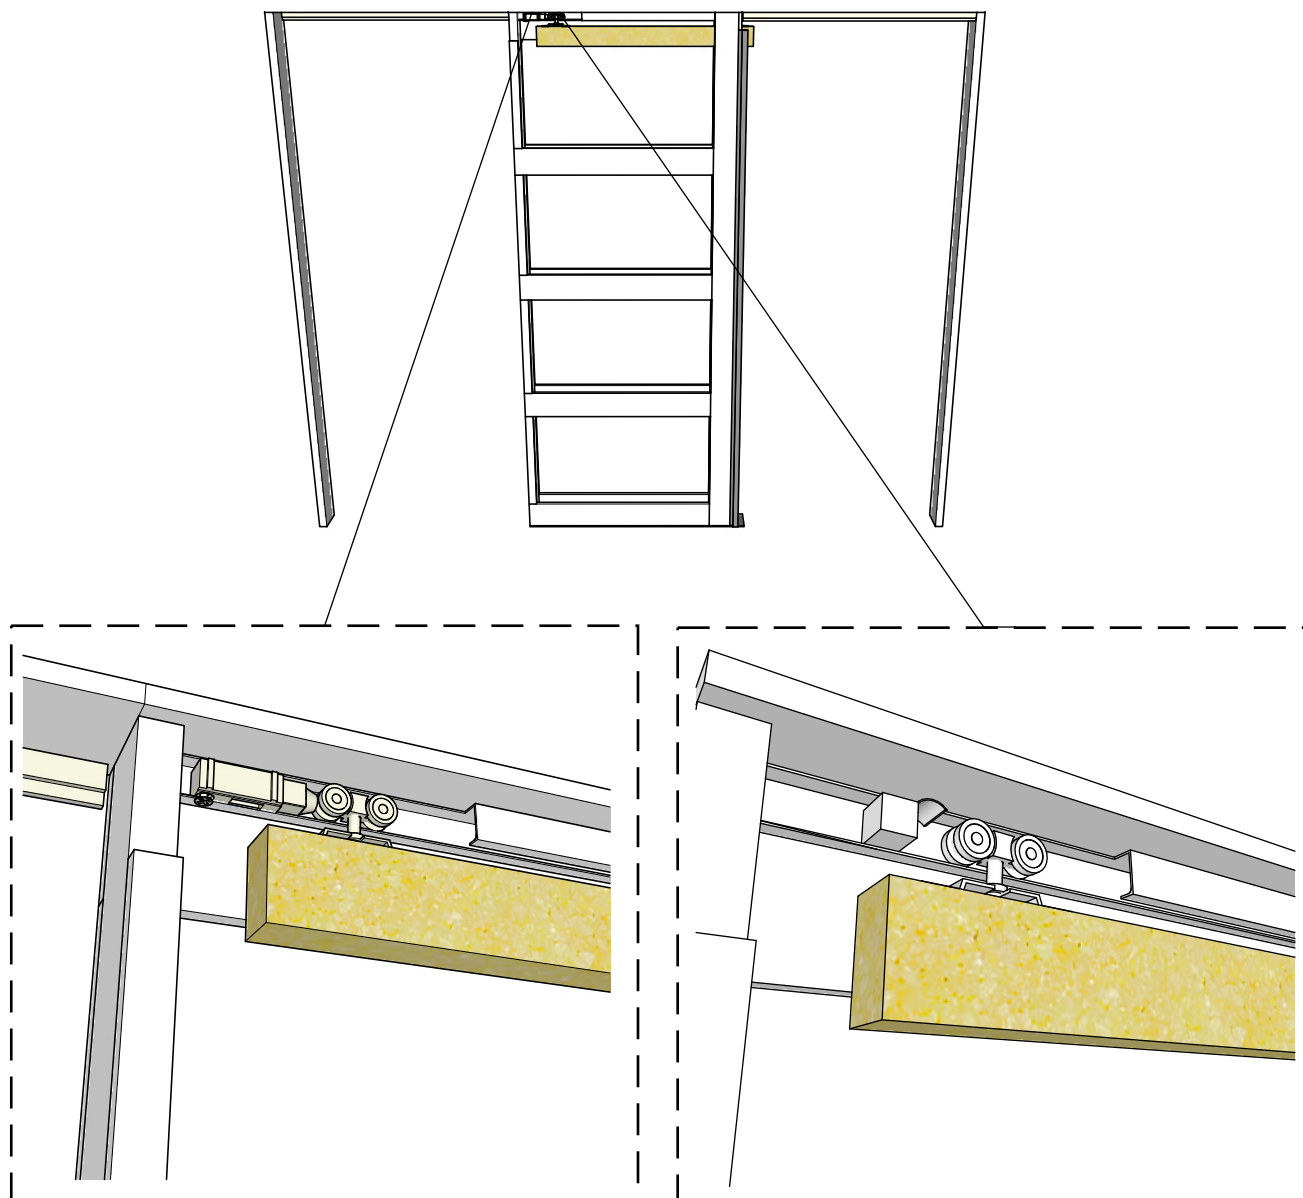

Рисунок 17
6. Перед зашивкой пенала гипсокартоном скорректируйте положение заднего стопора или толкателя. Самый удобный способ это сделать, не задействуя дверное полотно - имитировать дверь небольшим бруском соответствующим по ширине будущей двери. Так наглядно можно определить положение дверного полотна относительно стенок проема. После корректировки положения заднего стопора или толкателя переместите имитацию дверного полотна в тело пенала и убедитесь что она находится в правильном положении и затем закрепите стопорные винты (Рис. 17)